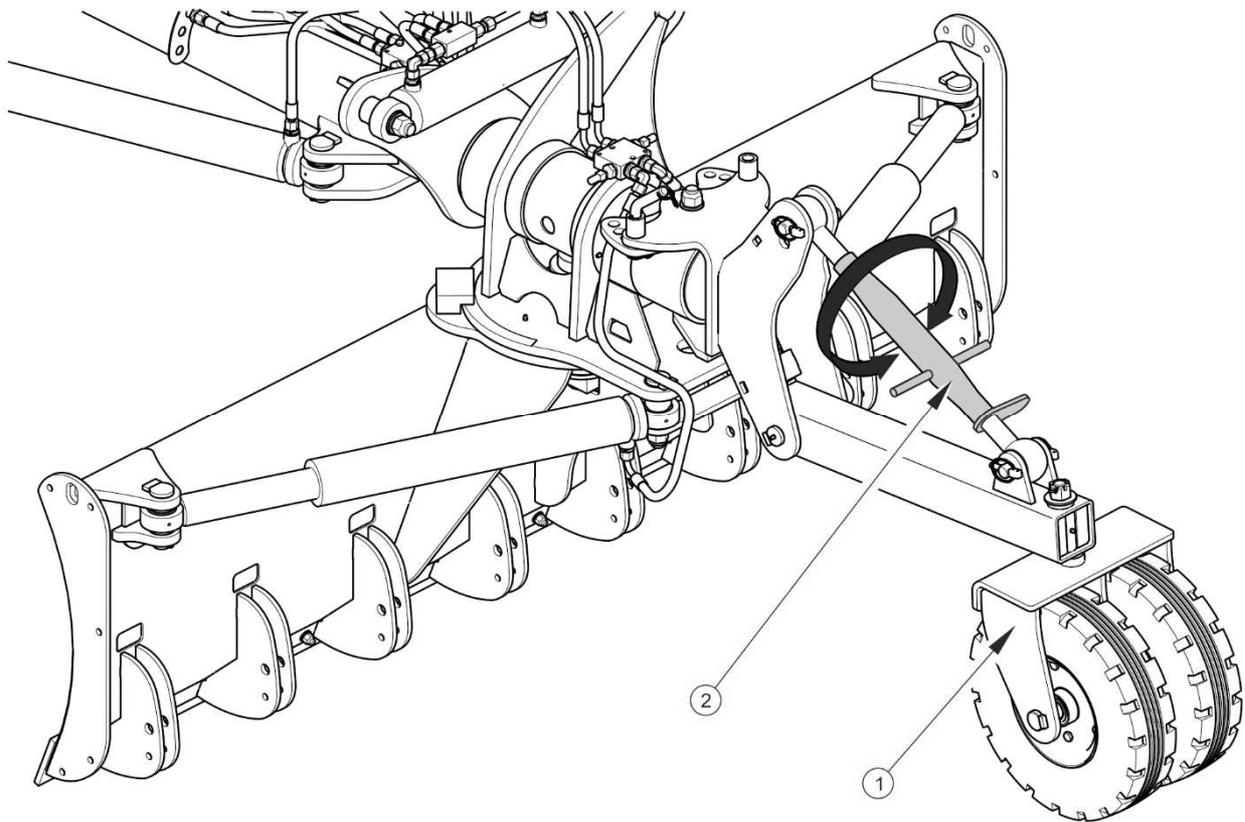

РИСУНОК 4.3 Регулировка рабочей глубины
Регулировка рабочей глубины грейдера осуществляется путем регулировки высоты положения опорных колес (1) при помощи стяжного болта (2) – (РИСУНОК 4.3).